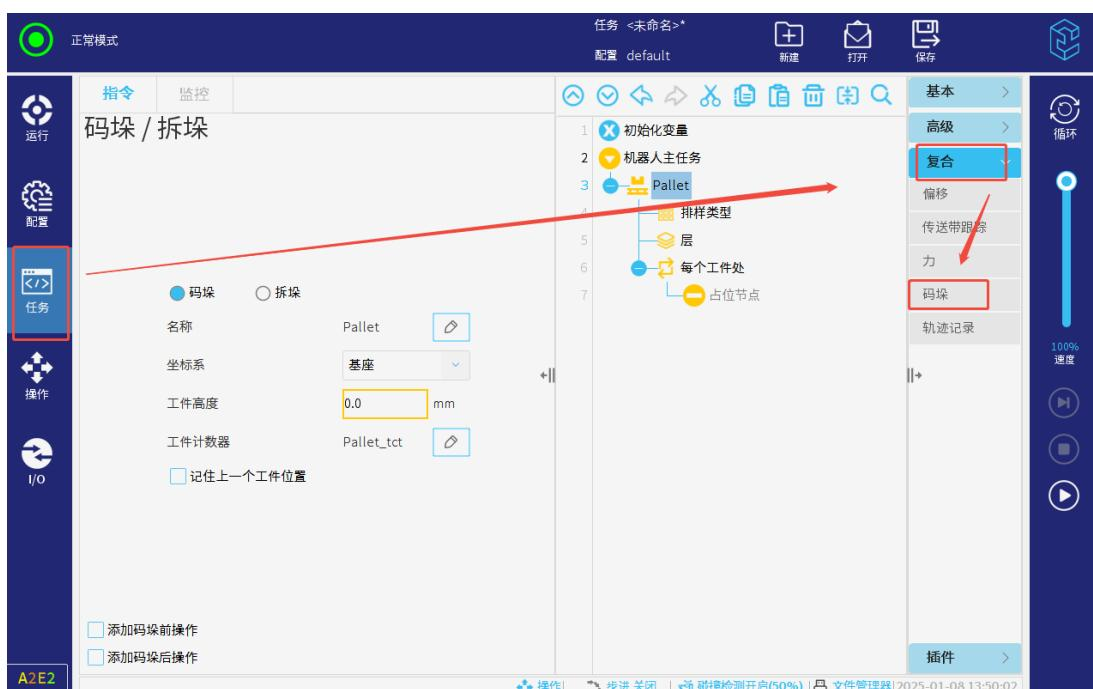

图 3-125：设置码垛任务参数
2. 设置码垛任务的名称、坐标系以及工件高度等，如图 3-125 所示。